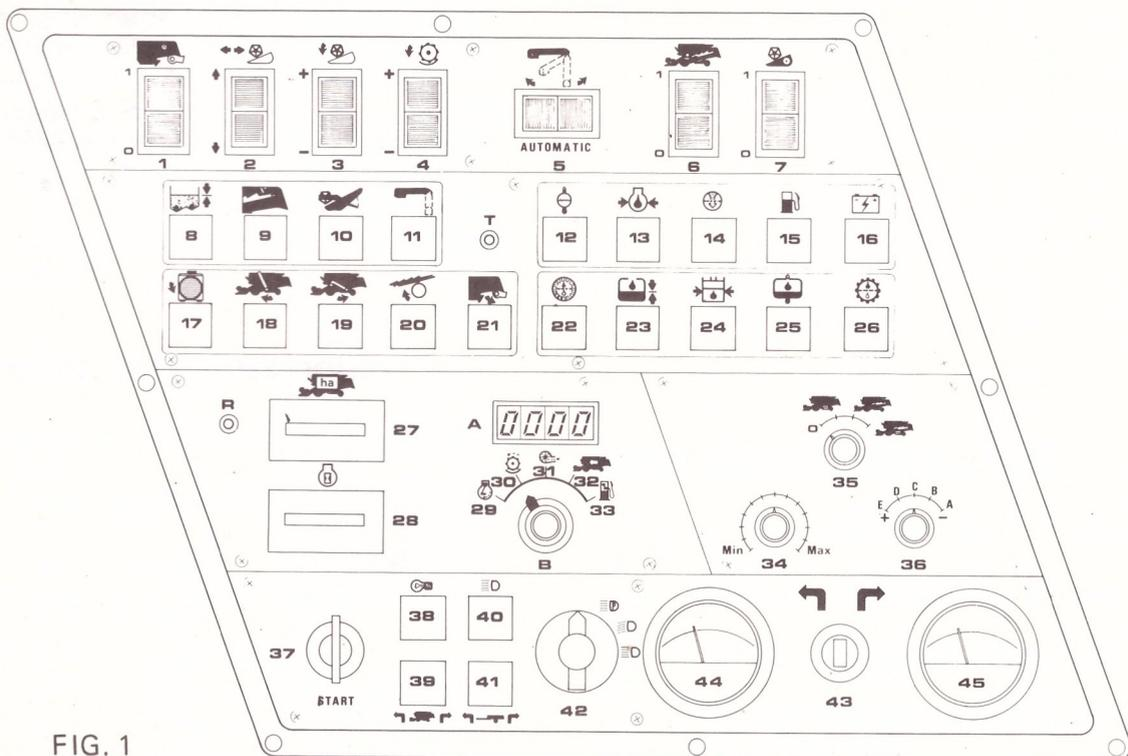

FIG. 1
Commandes (fig 1)
Groupe de contrôle de pertes (fig 1)
N.B. Pour des raisons évidentes de sécurité, le démarrage est automatiquement exclu lorsque le battage est embrayé (interrupteur 6 en position 1 fig 1) ou lorsque le levier de commande d'avancement n'est pas au point mort (machine arrêtée).
N.B. En tournant le pommeau en sens horaire, la vitesse du ventilateur augmente et vice versa ; il est possible de lire cette vitesse sur le tableau digital (A fig 1) en réglant le pommeau B la flèche en correspondance du cran (31).